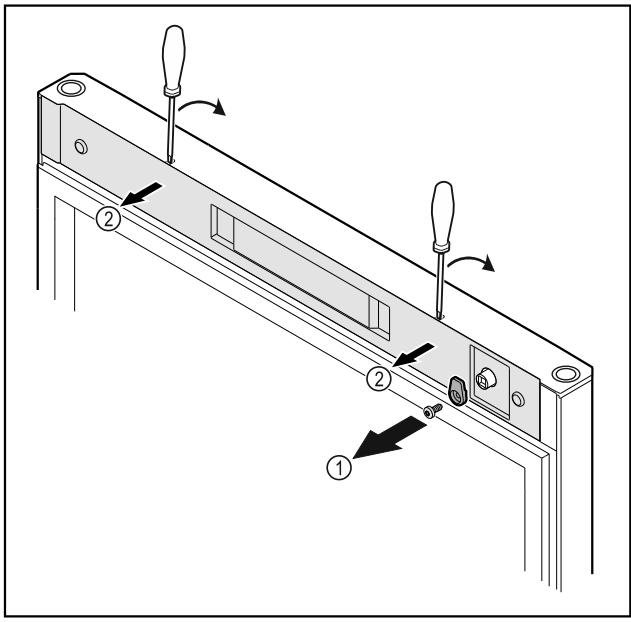

Fig. 18
► Открутите запорный крючок Fig. 18 (1).
► С помощью небольшой отвертки освободите крышку Fig. 18 (2) от фиксации и снимите ее.